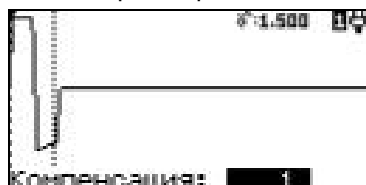

Рисунок 14
6.3.15 Включение импульса компенсации производится кнопкой "КОМПЕНСАЦИЯ $\triangleright$ " начиная с диапазона измерения расстояния 800 м (рисунок 14). Длительность импульса компенсации устанавливается кнопками "КОМПЕНСАЦИЯ $\triangleleft$, $\triangleright$ " в пределах от 0 до 12 мкс в зависимости от величины установленного диапазона измерения расстояния.